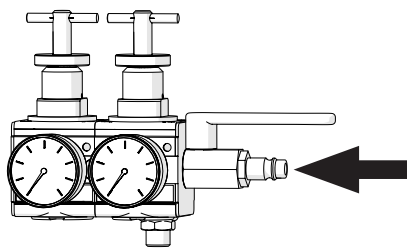
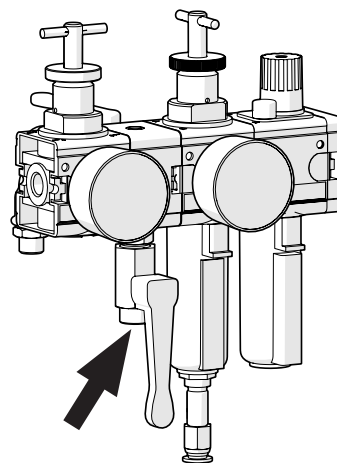

Fig. 22 Tilslutning af trykluft ved dobbelt trykluftregulator
Fig. 23 Tilslutning af trykluft ved tryklufftenheden
2. Tilslut trykluftledningen ved trykluftregulatoren trykluftindgang (se Fig. 22) eller på tryklufftenheden (se Fig. 23) – afhængigt af version.